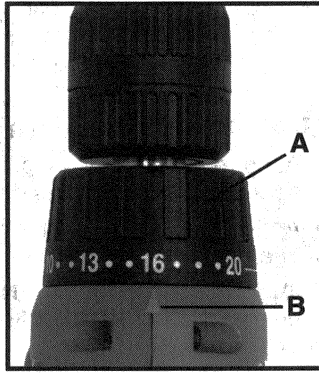

Fig. 3
El embrague tiene veinte posiciones de ajuste más un ajuste para taladrar, «Drill», que da un enganche fijo. La torsión mínima es la del ajuste No. 1, y la torsión máxima es la del taladro, «Drill». La torsión se ajusta al cambiar el collar (anillo) delantero (A) Fig. 3, de manera que la torsión deseada se alinee con el índice (B) Fig. 3. Por lo general, las torsiones bajas se usan para meter tornillos pequeños y para otros trabajos delicados, y las torsiones altas se usan para meter los tornillos más grandes. La posición de taladrar, «Drill», se usa para taladrar y para meter los tornillos bastante grandes.